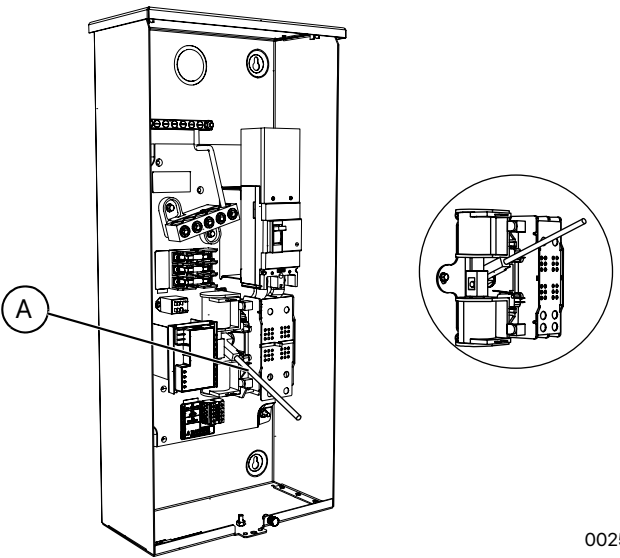

Рис. 3-8. Типова робота передавального ключа у ручному режимі
- Див. Рис. 3-8. Вручну встановіть передавальний ключ у положення STANDBY (РЕЗЕРВНЕ). Правильну процедуру див. у посібнику з експлуатації передавального ключа.
6. Див. Рис. 3-8. Вручну встановіть передавальний ключ у положення MAINS (МЕРЕЖА). Правильну процедуру див. у посібнику з експлуатації передавального ключа.